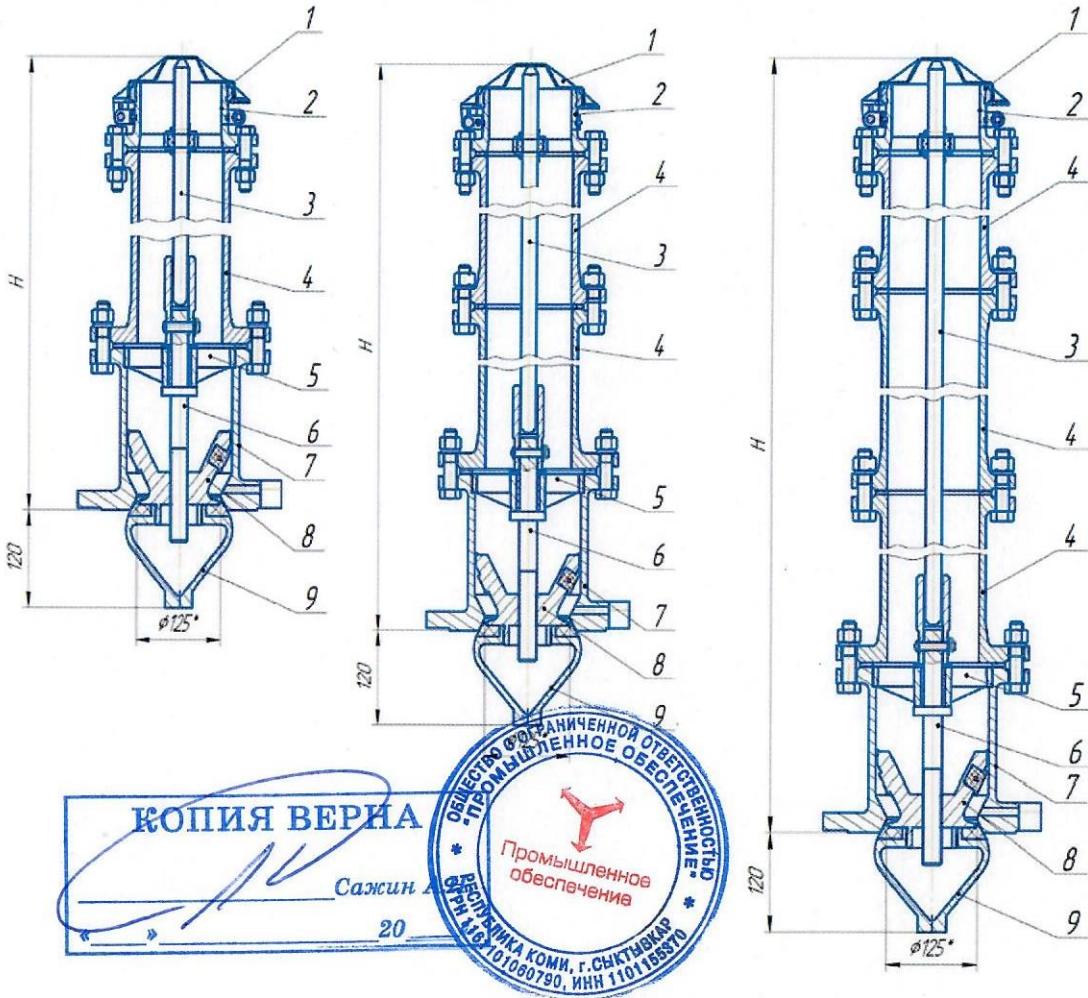

Рис.1
- 4.1 Рабочее положение гидранта – вертикальное, рис.1, рис.2. Установка и обслуживание гидрантов на водопроводной сети в соответствии с требованиями ГОСТ 12.3.006, ГОСТ 12.4.009.